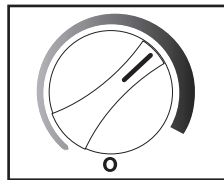

Fig. 15
- Lorsque le refroidissement maximal est réalisé, retournez la commande de thermostat sur l'échelle bleu foncé, à la position équivalente à 2 heures sur la face d'un cadran. Voir la Fig.15.